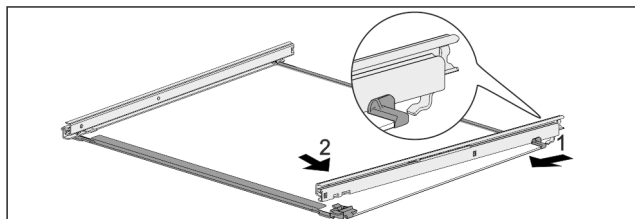

Fig. 140 Płyta szklana z szynami
- Zaczepić szynę z tyłu. Fig. 140 (1)
- Zazębnić szynę z przodu. Fig. 140 (2)